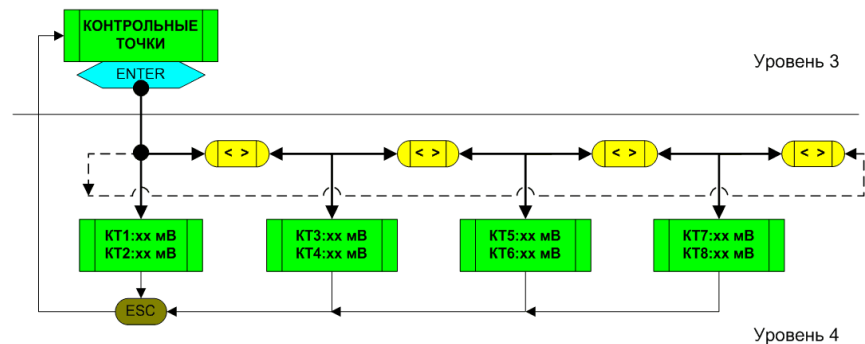

Рисунок 3.3 Структурная схема раздела «КОНТРОЛЬНЫЕ ТОЧКИ» системного меню ПУ
На рис. 3.3 изображена структурная схема раздела «КОНТРОЛЬНЫЕ ТОЧКИ», включающая 3 и 4-й уровни системного меню.
3.2.3.3 При минимальной чувствительности (коэффициенте усиления в тракте обработки) оценить уровень сигналов в различных контрольных точках платы БЭ. Для этого с помощью клавиш «ESC» и «←» из раздела **«ТЕСТ»** перейти в раздел **«КОНТРОЛЬНЫЕ ТОЧКИ»** (рис. 3.3). Нажав «ENTER», перейти в подраздел **«КТ1, КТ2»**, далее с помощью клавиш «→» или «←» наблюдать за другими подразделами (**«КТ3...»КТ8»**). На ЖК-индикаторе в
3.2.3.4 Аналогично описанным в п.3.2.3.2 действиям, изменить значение параметра **«Усиление»** (выйдя на 6-й уровень меню) на **«8»**, соответствующее максимальному усилению в тракте обработки сигнала. Далее перейти в раздел **«КОНТРОЛЬНЫЕ ТОЧКИ»** (рис. 3.3), выйдя в подразделы **«КТ1...»КТ8»**. На ЖК-индикаторе в течение 1...2 минут наблюдать сменяющиеся с каждым измерительным циклом (3 с) показания максимальных (по модулю) значений сигналов за это время, выраженные в мВ. Если БЭ функционирует в нормальном (штатном) режиме, то эти значения не должны выходить за пределы измерений, представленные в табл. 3.1. Если проверка изделия по п.п. 3.2.3.1...3.2.3.4 подтвердила его работоспособность, то далее перейти к п.3.2.4.
2. Частота механического отклика СЗ на ветровую помеху незначительно, но все же зависит от скорости ветра и направления. Поэтому при измерении и дальнейшем усреднении результатов рекомендуется выбирать наиболее сильные порывы ветра и направление, перпендикулярное линии распространения СЗ. Такие порывы приводят к возникновению наибольших помеховых сигналов, которые можно контролировать в подразделе **«КТ5»** раздела **«КОНТРОЛЬНЫЕ ТОЧКИ»** (рис. 3.3).